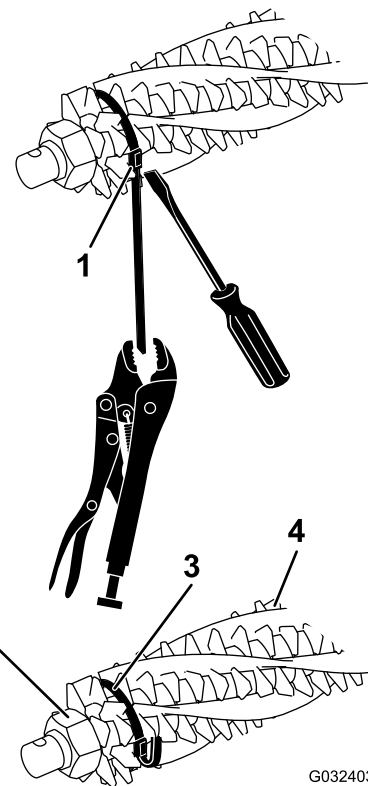

图15
2. 拧松疏草刀轴两端的疏草刀刀片锁紧螺母（图15）。
4. 检查刷子是否固定到疏草刀刀片插槽中（图15 和图17）。
注意： 如果清扫机刷子未适当放入刀片插槽，请拧松疏草刀轴两端的疏草刀刀片锁紧螺母，在刀片插槽中适当调整清扫机刷子的位置，然后再拧紧疏草刀刀片锁紧螺母（图15）。
7. 在沿着箍带扣推动螺丝刀时，使用大力钳抓住每条箍带，拉紧箍带，直至其锁定到刷子凹槽中（图15）。